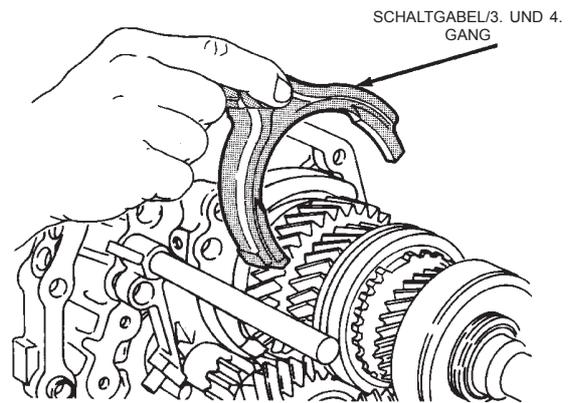

Abb. 73 Schaltgabeln ausbauen
(25) Die Schaltgabel für den dritten und vierten Gang ausbauen (Abb. 73).
(29) Die Schaltgabel für den ersten und zweiten Gang ausbauen (Abb. 73).